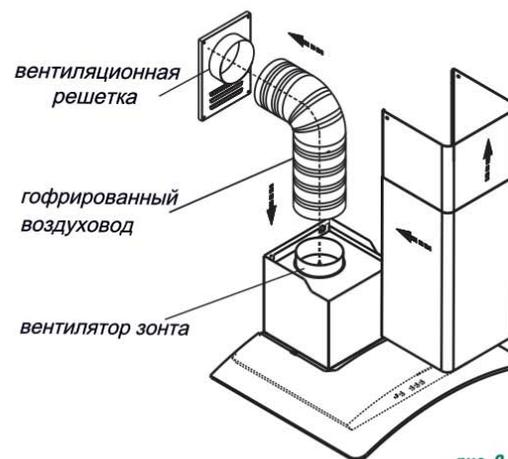

рис. 9
6.4 В зависимости от режима эксплуатации зонта соедините вентилятор с вентиляционной решеткой полужестким гофрированным воздуховодом (рис. 9) или установите на вентилятор угольные фильтры* (рис. 10).
- будьте осторожны при установке фальштруб (рис. 9), не повредите поверхности из нержавеющей стали. Их легко поцарапать.